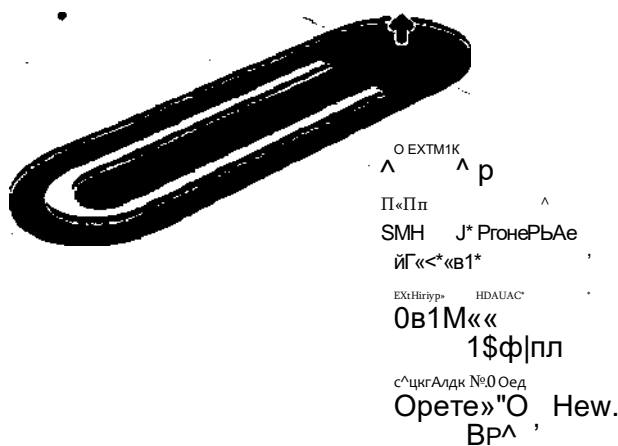

Рис. 12
3.2. Укажите направление выдавливания и расстояние (рис. 12). Не указывайте